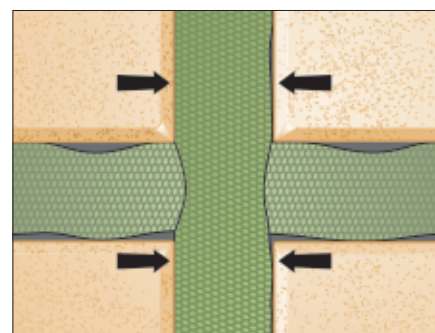

Bild 4: Kreuzfuge
- Den flächenbündigen Übergang des Kreuzstoßes zwischen senkrechtem und waagerechtem Fugenband beachten (Bild 4).